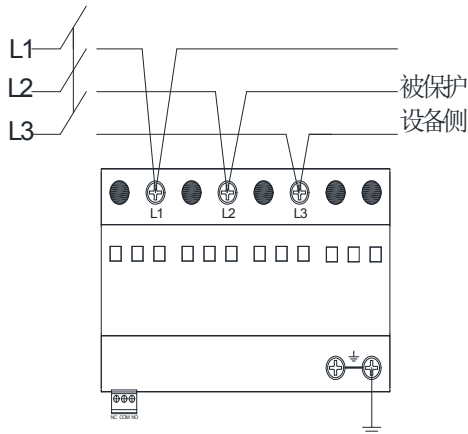
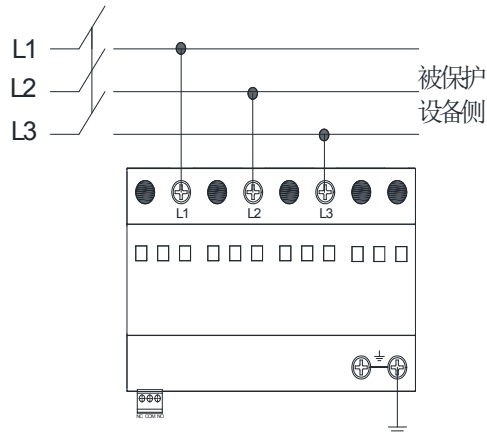

图 6-1 RPH750-25/3P+1P 接线示意图-V 形接线
图 6-2 RPH750-25/3P+1P 接线示意图-常规接线
- ◆ 产品采用 35mm 标准导轨安装固定，接线推荐采用图 6-1 所示的 V 形接线时，也可采用如图 6-2 所示的常规的直接并连接线。为实现更好的防护效果，当采用直接并连接线时，接线应尽量短，总长度应控制在 0.5m 以内。